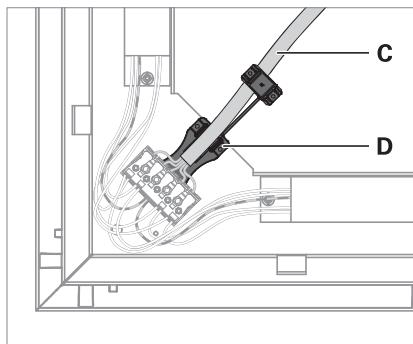

Fig. 6: Monter la décharge de traction.
- ▶ Fixez le câble de raccordement **C** à l'aide de la décharge de traction **D**, voir Fig. 6.